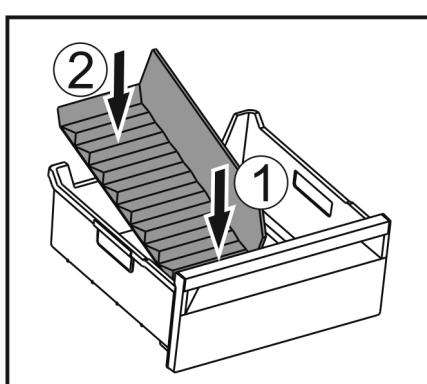

Fig. 169
- Vložte prednú časť oddelovača zásuvky na ľad. Fig. 169 (1)
- Spusťte zadnú časť oddelovača zásuvky na ľad až na dno zásuvky. Fig. 169 (2)